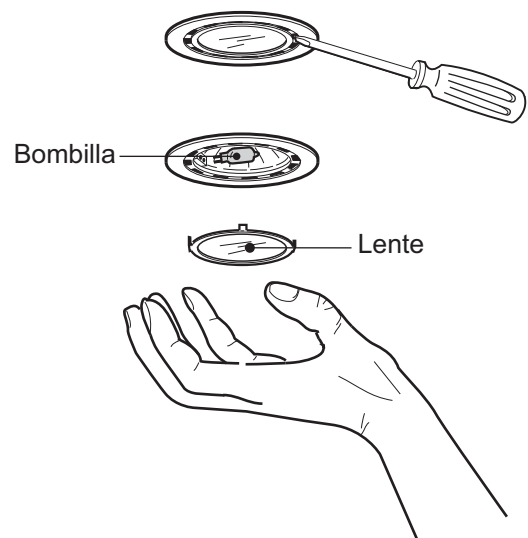

Figura 5: Reemplazo de las bombillas halógenas
1. Con un destornillador de punta plana o una herramienta semejante, afloje la lente de protección haciendo palanca, como se muestra en la figura 5.